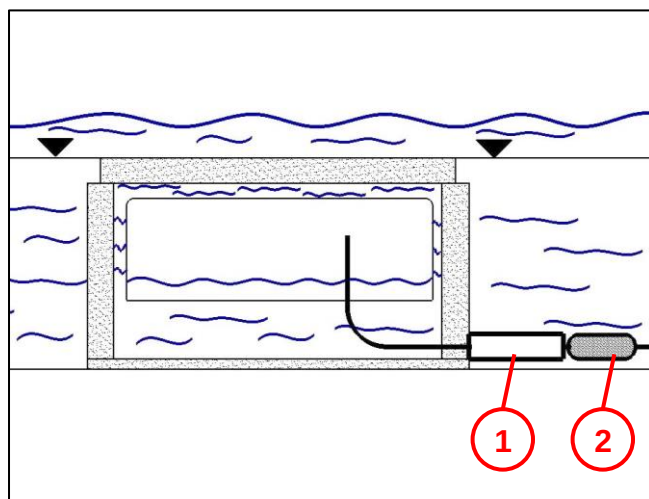

Рис. 2
Для предотвращения «эффекта шноркеля» при поднимающемся уровне воды питающие и отводящие кабели/линии (4) должны быть герметизированы (см. Рис. 2).